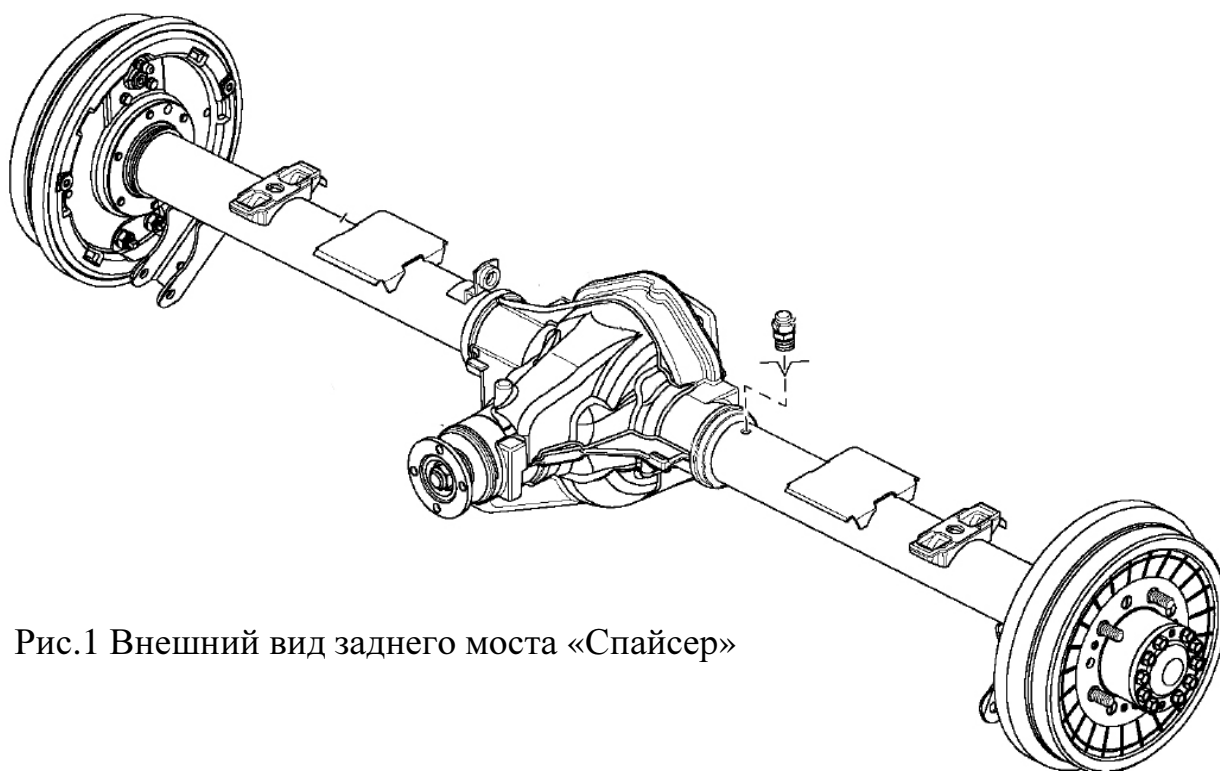
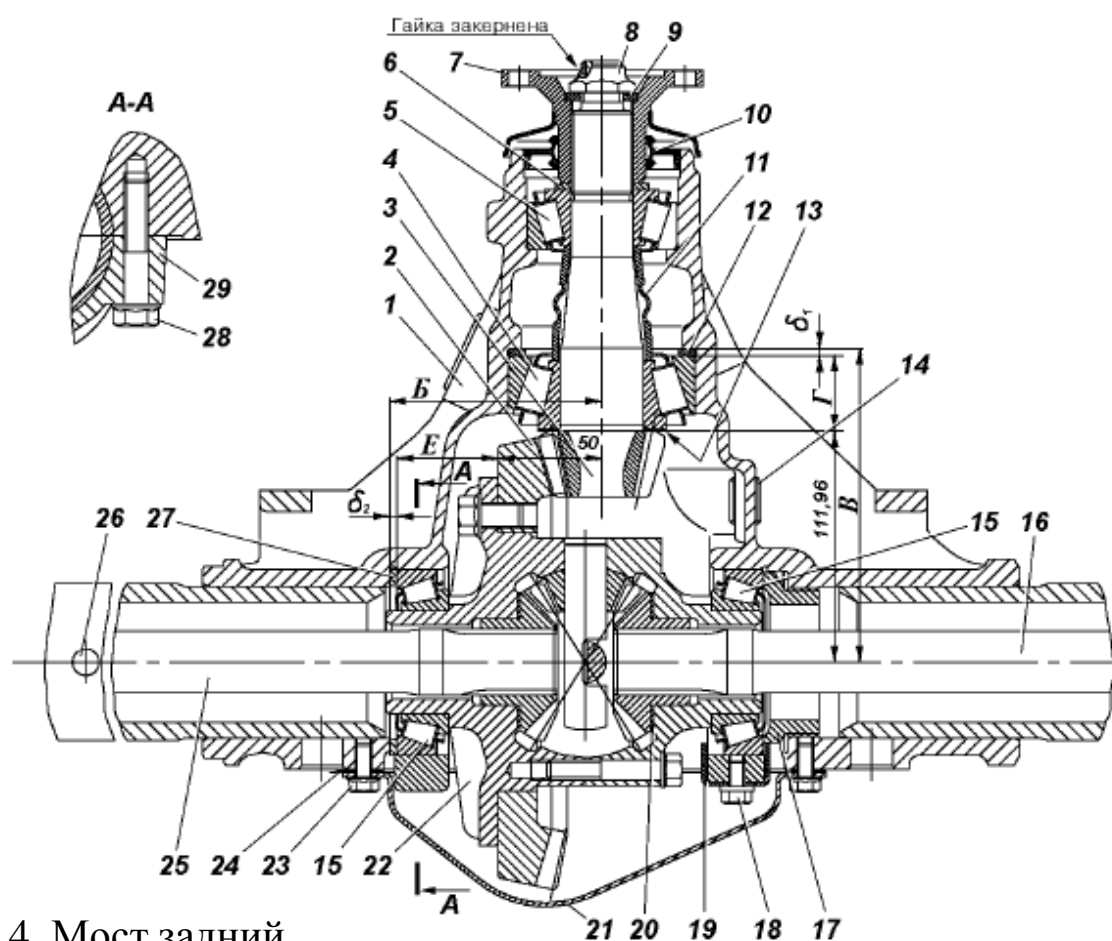
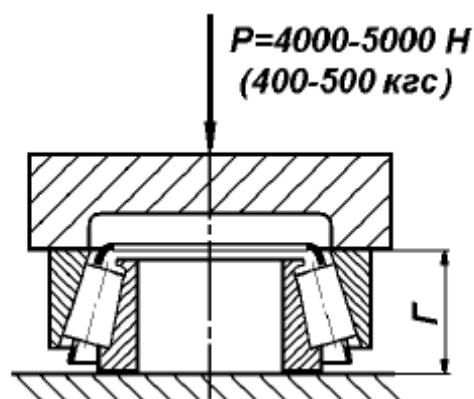
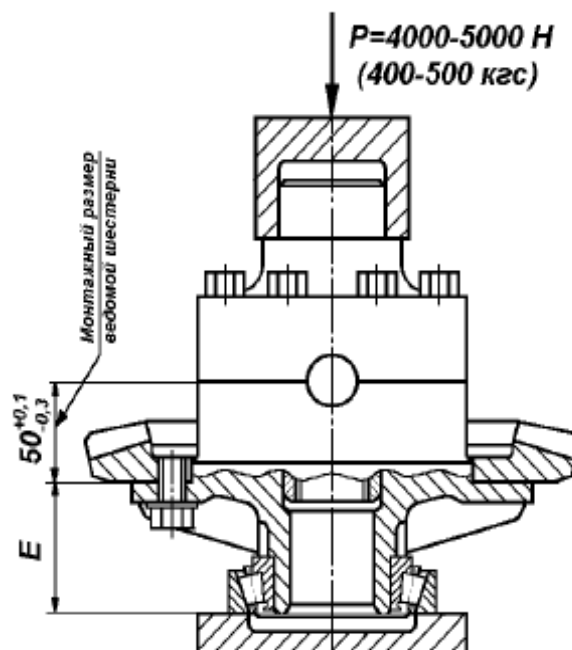

Рис.1 Внешний вид заднего моста «Спайсер»
Рис.4. Мост задний
Рис.9 Замер монтажной высоты подшипника ведущей шестерни
Рис.10 Замер установочного размера дифференциала с подшипником
Для устранения осевого зазора ведущей шестерни необходимо подтянуть гайку 8 (см.рис.4). При этом имейте в виду, что гайка имеет кернение в паз резьбовой части ведущей шестерни и при подтяжке потребуется большое усилие на ключе. Подтяжку гайки производите осторожно до устранения осевого зазора ведущей шестерни, не допуская ее перетяжки, после чего закерните гайку. Если закерненную гайку подтянуть не удастся, то ее следует сначала отпустить на 0,5 -1,0 оборота, а затем затянуть до устранения осевого зазора и закернить.
Фланец ведущей шестерни. Торец фланца, сопряженный с кольцом б (см. рис. 4), должен быть гладким. При необходимости шлифуйте его до размера по высоте не менее 53 мм.
1. Подберите регулировочное кольцо 12 (см.рис. 1) толщина которого определяется по действительным размерам В и Г, и должна быть равна $\delta_1 = (B - (111,960 + Г))$ мм с точностью $\pm 0,025$ мм. (Размер Г измеряется так, как показано на рис. 9) Установите его в картер I (см. рис. 4) главной передачи.
При установке новой ведомой шестерни 2 и нового подшипника 15, установленного со стороны ведомой шестерни и упирающегося в регулировочное кольцо 27, измерьте размер Е (рис. 10), приложив осевое усилие $P=4000-5000$ Н (400-500 кгс) и прикатав подшипник, чтобы ролики заняли правильное положение. В картере измерьте размер Б (см. рис. 4) от оси ведущей шестерни до упорного торца подшипника дифференциала. По действительным размерам Б, Е и монтажного размера 50 мм ведомой шестерни подберите кольцо толщиной $\delta_2=(Б-(Е+50\pm x))$ мм с точностью $\pm 0,025$ мм, где x -величина фактического отклонения от монтажного размера 50 мм с соответствующим знаком (плюс или минус), которая нанесена электрографом на торце ведомой шестерни.
Если требуется заменить только подшипник дифференциала, установленного со стороны ведомой шестерни, то следует измерить монтажную высоту подшипника, как указано на рис. 9. Если измеренная высота нового подшипника больше или меньше высоты старого подшипника на какую-то величину, то, чтобы не нарушать положение ведомой шестерни, новое регулировочное кольцо 27 (см. рис. 4) должно быть тоньше в первом случае или толще во втором на ту же величину. Затем отрегулируйте предварительный натяг подшипников дифференциала, как указано выше.
3. Установите крышки 29 (см. рис. 4) подшипников дифференциала и закрепите их болтами 28, момент не более $5,0 \text{ Н} \cdot \text{м}$ ($0,5 \text{ кгс} \cdot \text{м}$).
8. Отверните болты 28 (см. рис. 4). На резьбовую часть нанесите анаэробный герметик УГ-6, предварительно обезжирив резьбу соединяемых деталей, а затем затяните болты. Момент затяжки 140 - 160 Н·м (14 - 16 кгс·м).